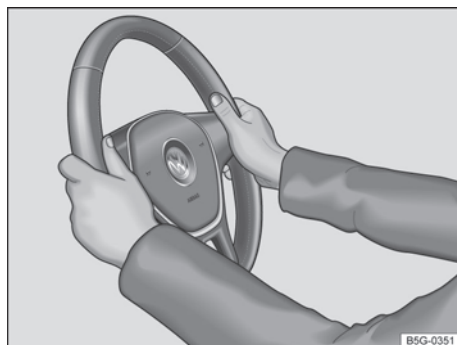

Fig. 60 No volante: posição 9 e 3 horas.
- Ajustar a posição do volante de forma que possa segurá-lo lateralmente pela borda externa *nas posições de 9h e 3h* → Fig. 60 com ambas as mãos e os braços ligeiramente dobrados.
- Empurrar a alavanca ① sempre pelo manípulo com firmeza para cima após o ajuste, para travar a posição do volante.
- Durante a condução, sempre segurar o volante com ambas as mãos lateralmente na borda externa *nas posições de 9h e 3h* → Fig. 60, para reduzir ferimentos causados por um acionamento do airbag frontal do condutor.